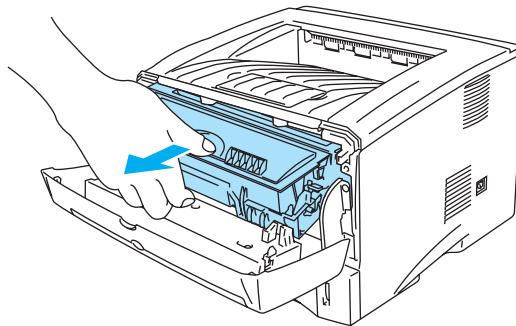

Figure 5-4
- Pour éviter tout dommage à l'imprimante résultant de l'électricité statique, ne mettez pas les doigts sur les électrodes indiquées dans la figure 5-4.